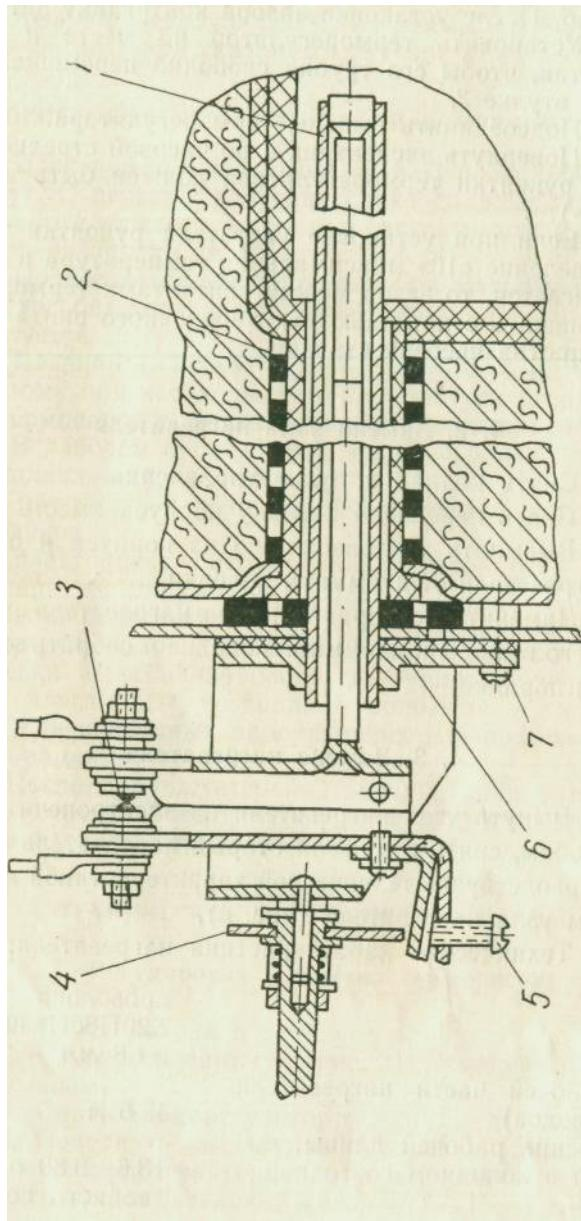

Рис. 3. Терморегулятор:
4. 1. 2. Отвернуть винты 7 (рис. 3) терморегулятора и отсоединить выводы.